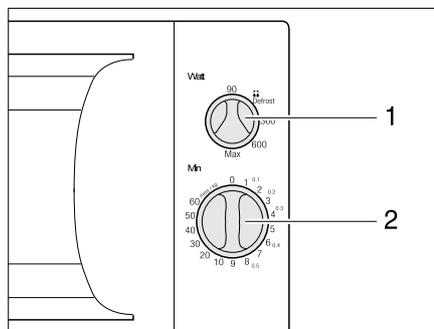

Bild 207 Bedienelemente für Mikrowellengerät
- Am Drehregler (Bild 207,1) Leistung wählen.
- Am Drehregler (Bild 207,2) Garzeit wählen. Der Garvorgang beginnt.